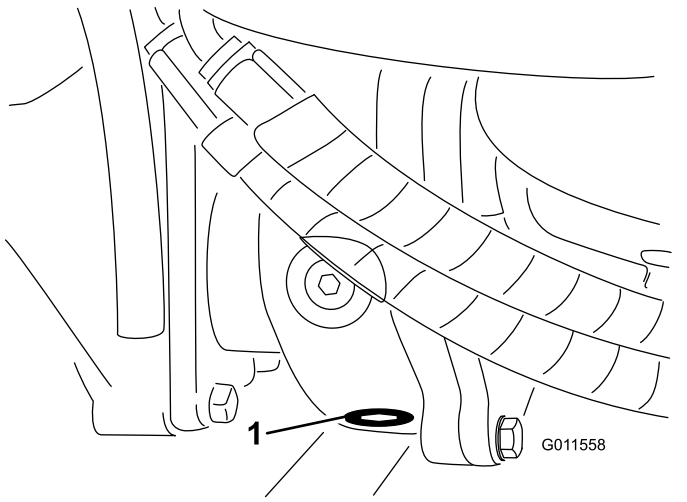

Bild 91
5. Reinigen Sie den Bereich um die Ablassschraube an der Unterseite des Getriebes (Bild 91).